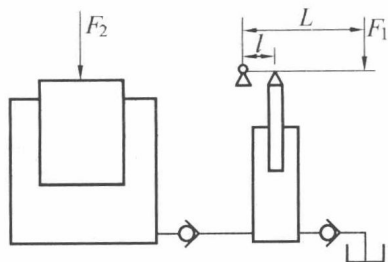

图 1.1 例题图
1. 液压千斤顶工作简图如图 1.1 所示。小活塞直径 $d=15\text{ mm}$,行程 $S_1=10\text{ mm}$,大活塞直径 $D=60\text{ mm}$,重物产生的力 $F_2=48\ 000\text{ N}$,手压杠杆比 $L:l=750:25$ 。试求: